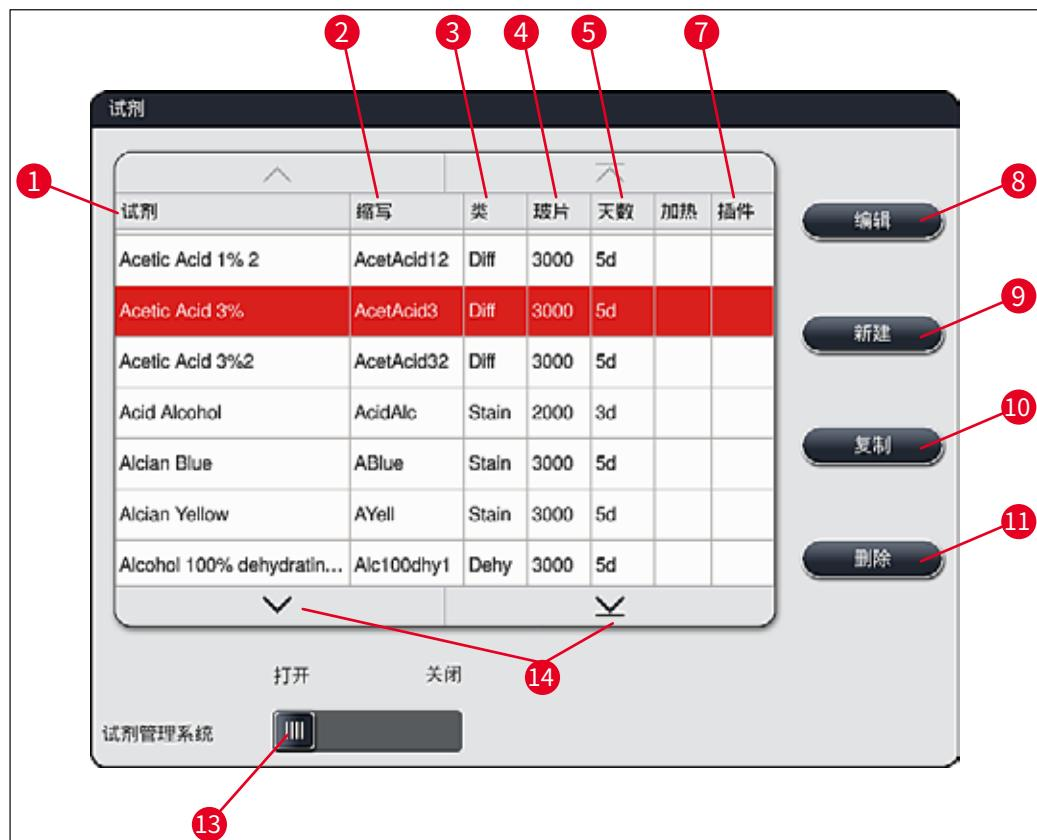

图 36
- 在试剂列表中点击，选择要复制的试剂 (→ “图 36”)，然后按下复制 (→ “图 36-10”) 按钮。
- 在试剂列表中点击，选择要更改的试剂 (→ “图 36”)，然后按下编辑 (→ “图 36-8”) 按钮。